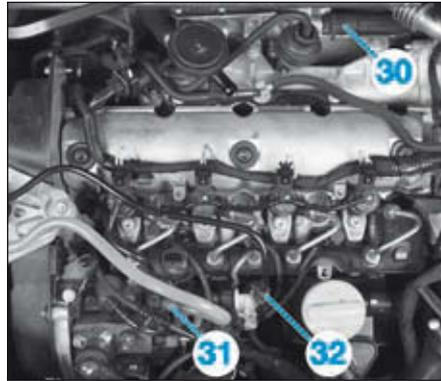

FIG.95
- la durit de l'échangeur EGR (30) (Fig.95),
- la durit d'alimentation (31) (Fig.95),
- la durit de retour (32).